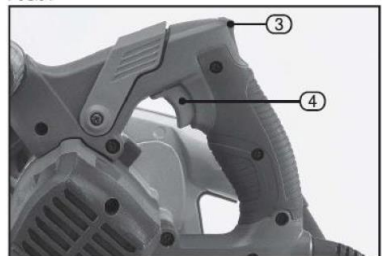

FIG.5
11.1 Włączanie/wyłączanie (FIG. 5)
- Włącznik/wyłącznik (4) jest obsługiwany w połączeniu z przyciskiem zwalniania bezpieczeństwa (3), dzięki czemu nie jest możliwe przypadkowe uruchomienie piły.
- Aby uruchomić pilarkę, należy najpierw nacisnąć przycisk bezpieczeństwa (3), a następnie włącznik/wyłącznik (4).